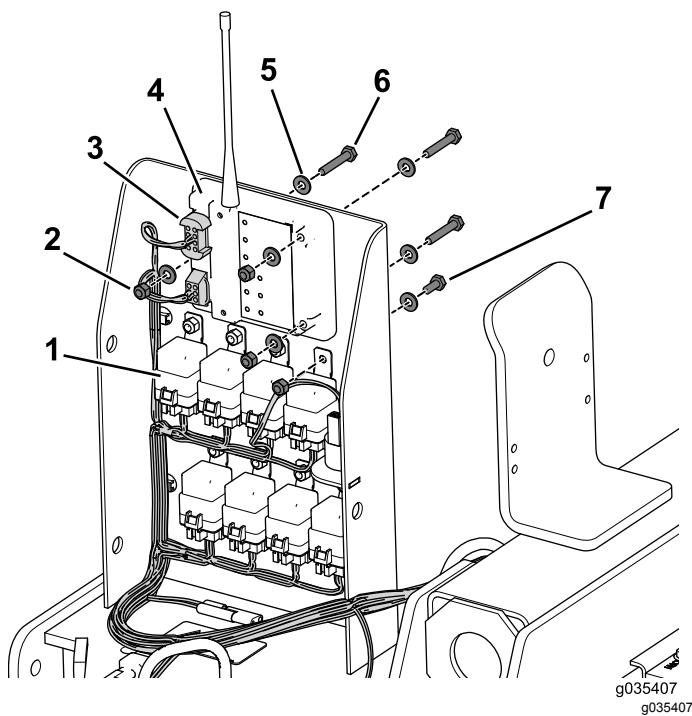

図 2
2. リレーを除く全部の機器からワイヤハーネスを外す図 2。
3. コンパートメント内部の機器を固定しているボルト類をすべて取り外す図 2。
4. 音声アラーム以外の、コンパートメント内部の機器をすべて取り外す図 2。